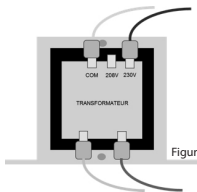

Figure 1: Branchement 230V
2. Trouvez le transformateur illustré dans la Figure 1 ci-dessous.